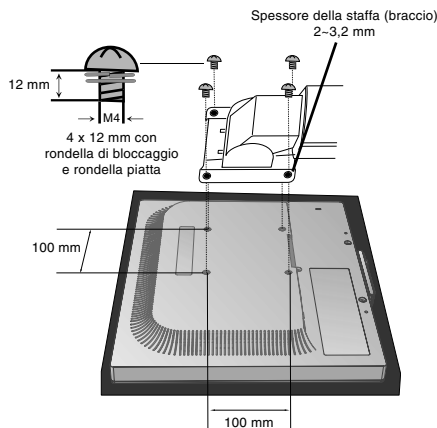

Figura F.1
2. Utilizzare 4 viti e fissare il braccio al monitor (Figura F.1).